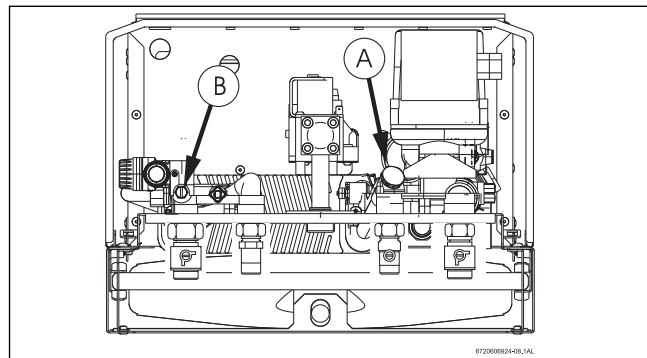

Fig. 26
- ▶ Desapertar o tampão (Fig. 26, Pos. A)
- ▶ Desaparafusar o parafuso de purga (Fig. 26, Pos. B).